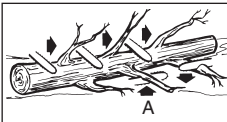

Abb. 15
Zweige werden vom gefällten Baum entfernt. Entfernen Sie Stützweige (A) erst, wenn der Stamm in Längen geschnitten ist (Abb. 15). Unter Spannung stehende Zweige müssen von unten herauf geschnitten werden, damit die Kettensäge sich nicht verklemt.